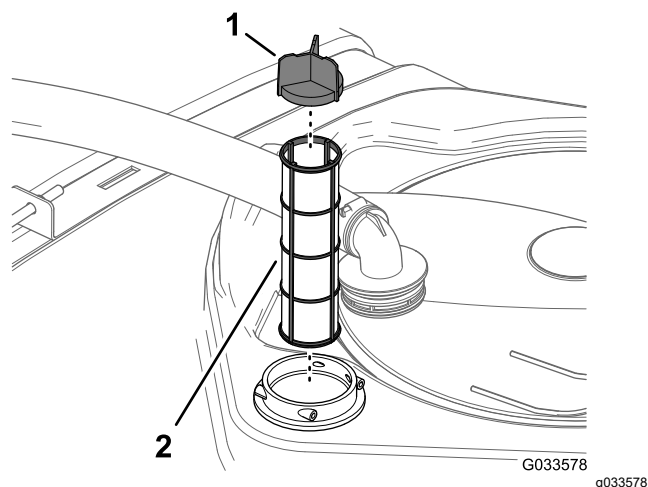

Figure 50
4. Sortez la crépine d'aspiration du logement du filtre dans le réservoir (Figure 50).